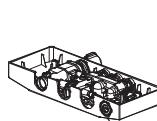

Abbildung 4
- b) Entfernen Sie die Kupferschraube auf der Rückseite und tasten Sie den 3M-Aufkleber ab (Abbildung 4).